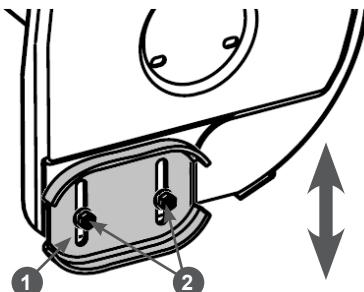

Рис. 21 Регулировка высоты забора снега
2. Открутите гайки 2 крепления полозка 1 на 1-2 оборота и установите полозок на необходимую высоту (Рис. 21). Снова затяните гайки.